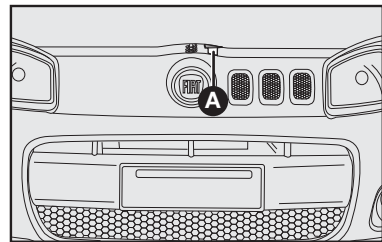

fig. 73
- 2) mover a trava localizada sob o capô para cima **A-fig. 73**.